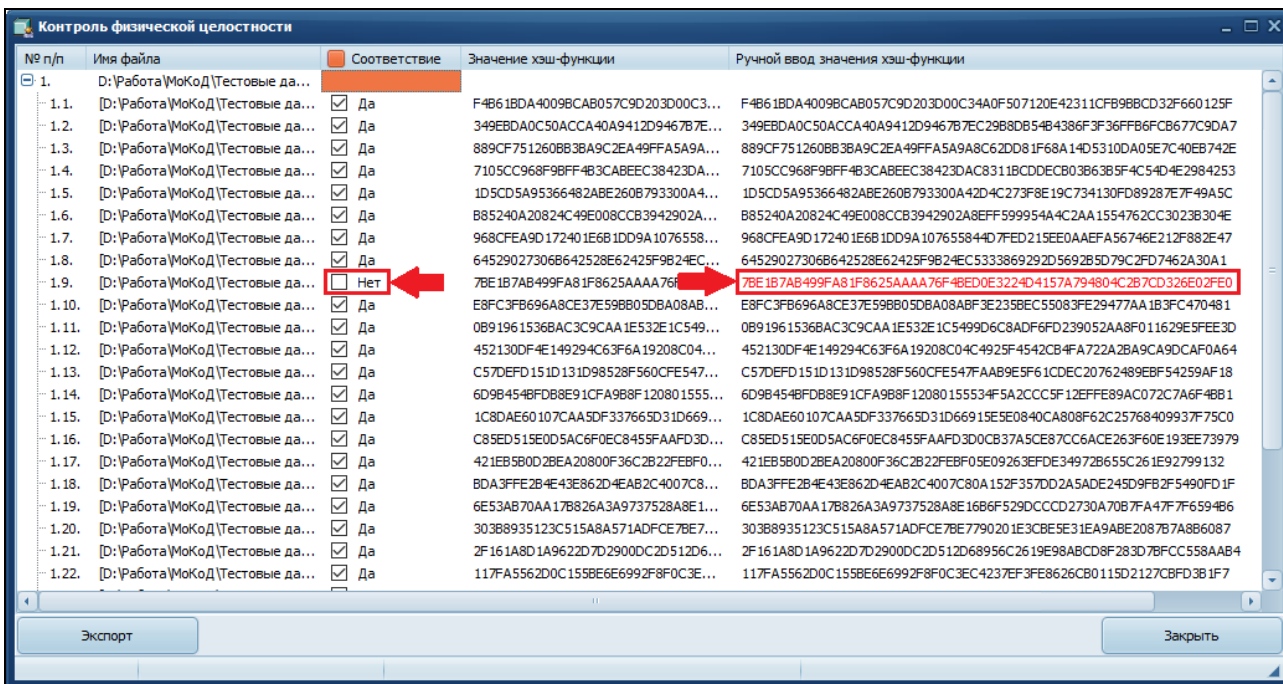

Рисунок 57 – Ручной ввод значения хэш-функции
2) Отредактировать значение хэш-функции файла, указанное в колонке «Ручной ввод значения хэш-функции» (Рисунок 57).